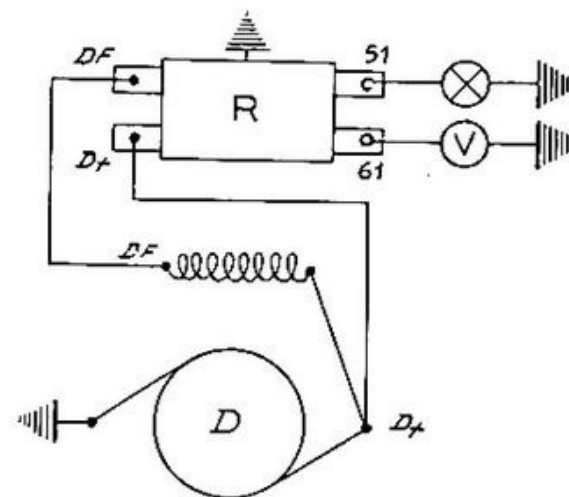

Fig. 123 - Schema prova tensione e giri di attacco.
**c) Tensione e giri di attacco:** Collegare i morsetti D+ e DF della dinamo con i corrispondenti del regolatore. Collegare il voltmetro tra il « 61 » del regolatore e la massa ed una lampadina spia tra il « 51 » e la massa (fig. 123).